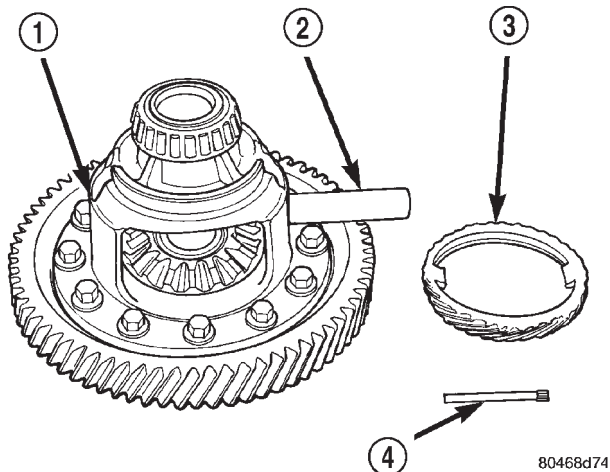

Fig. 19 Desmontaje del eje del piñón
(5) Retire el eje del piñón (Fig. 19).
(2) Instale el eje del piñón (Fig. 19).